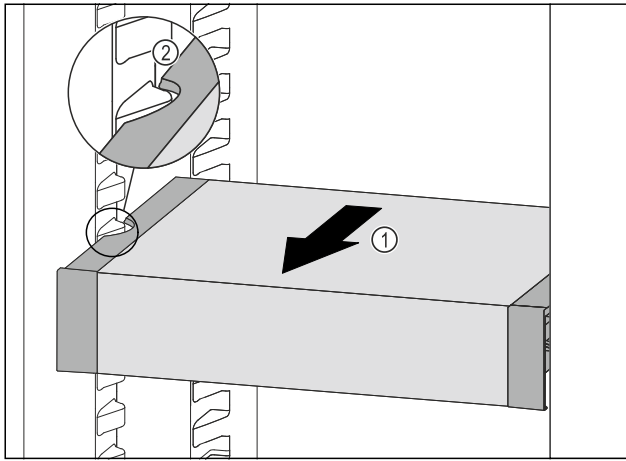

Fig. 107
- ▶ Изтеглете VarioSafe напред Fig. 107 (1), докато страничните прорези на VarioSafe се намират на височината на реброто на съда в хладилната част. Fig. 107 (2)